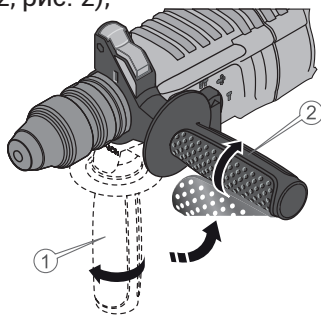

Рисунок 2. Встановлення допоміжної рукоятки та налаштування її положення.
3) Встановити на перфораторі допоміжне руків'я (10, рис. 1) в таке положення, яке буде забезпечувати зручність в ході роботи та надійно закріпити. У разі необхідності послабити руків'я (1, рис. 2), перевести положення та зафіксувати (2, рис. 2);